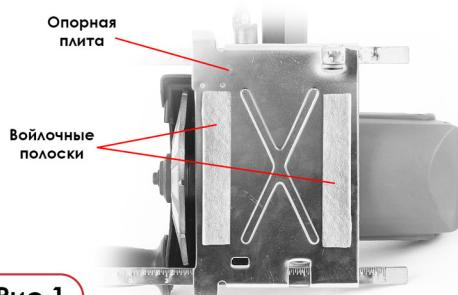

Рис.1
3. Приложите подготовленные войлочные полоски к плите параллельно ее краям, (Рис. 1), и плотно прижмите.